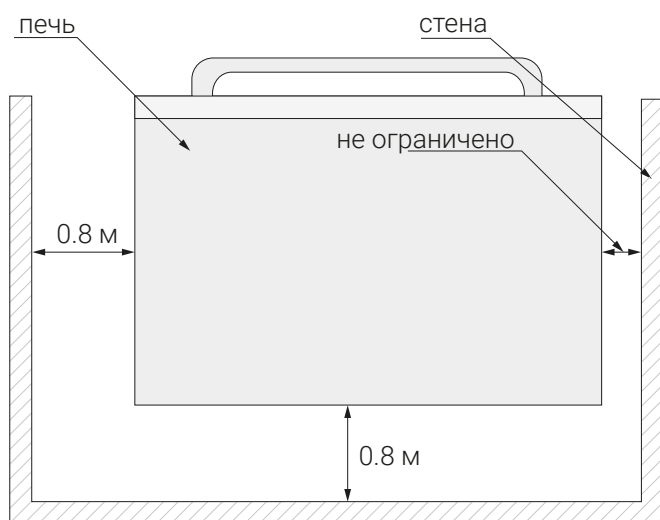

Рис. 5
- Расстояние от боковой левой стенки печи до ограждающих конструкций зданий или другого оборудования не ограничивается (рис. 5).